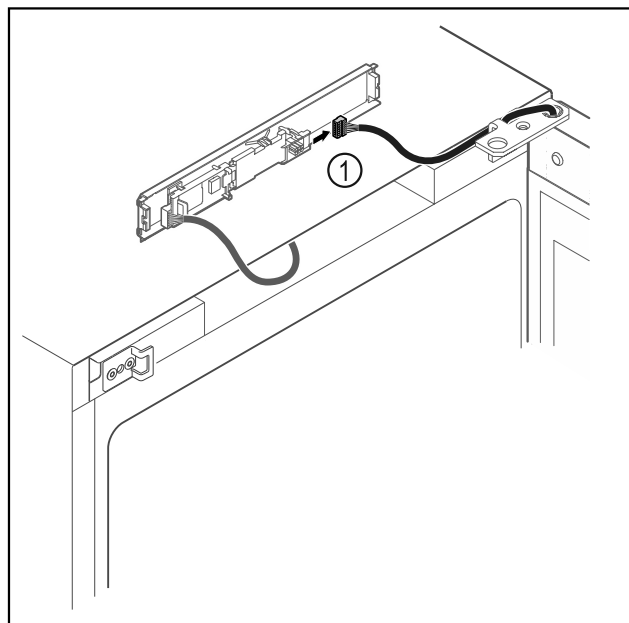

Fig. 10
- ▶ Desenchufar el conector Fig. 10 (1) de la platina.